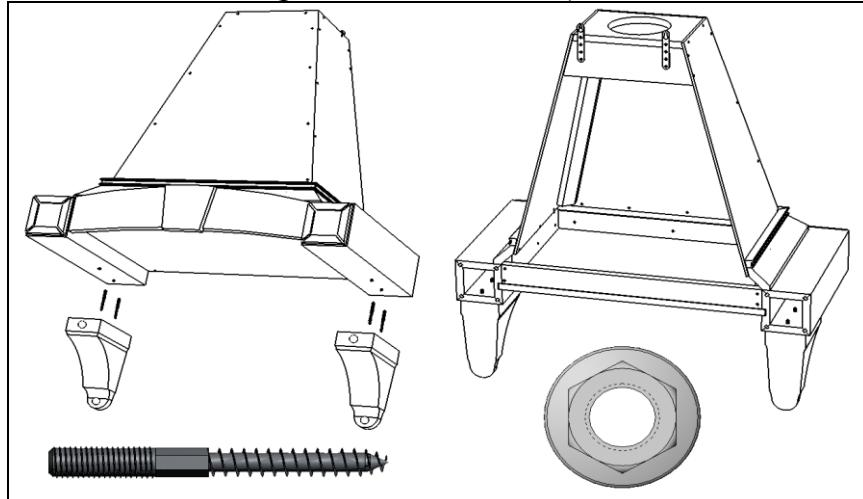

Рис. 17
3. Крепление подкосов без декоративной планки (Рис. 17):
Если промежуток между навесными шкафами и потолком не позволяет закрепить карниз шурупами сверху, крепление производится изнутри шкафов (Рис. 17), для чего в верхних горизонталях последних предварительно сверлятся отверстия \varnothing 5 мм.